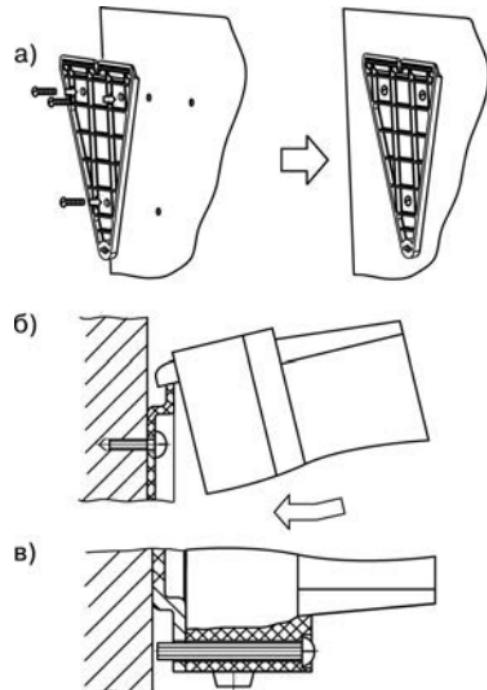

Рисунок 8.1 - Монтаж прибора настенного исполнения
- 1) Закрепить кронштейн тремя винтами M4×20 на поверхности, предназначенной для установки прибора (см. Приложение А и рисунок 8.1, а).
- 2) Зацепить крепежный уголок на задней стенке прибора за верхнюю кромку кронштейна (рисунок 8.1, б)
- 3) Прикрепить прибор к кронштейну винтом M4×35 из комплекта поставки (рисунок 8.1, в).